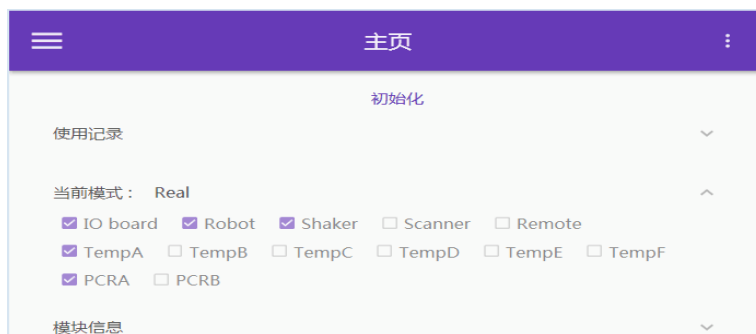

图 D-3 初始化界面
- 3) 点击【操作员进入】后，进入初始化界面，如图 D-3